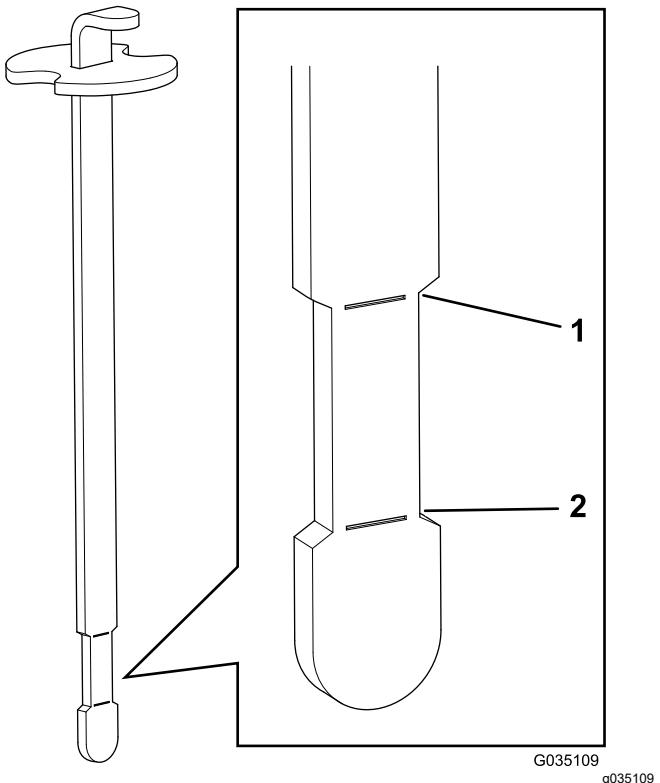

図 17
**注** 上下限マークの中間位置ディップスティックのくびれている所まであればよい図 17。